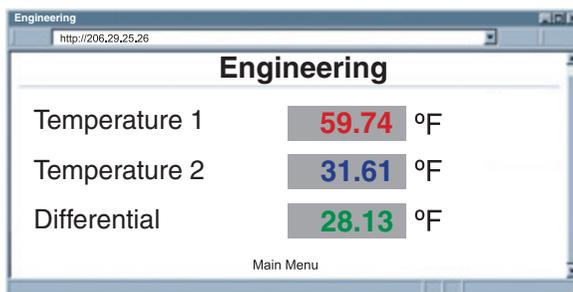

Abbildung 4.7 Read Sensor – Messwertanzeige
- Klicken Sie auf „Read Sensor“. Nach einigen Sekunden erscheint die folgende Seite (**Abbildung 4.7**) mit den Grundeinstellungen von 100,00. Anschließend werden die tatsächlichen Messwerte beider Temperaturfühler und die Differenz angezeigt. Wenn kein Thermoelement an den iTCX angeschlossen ist, wird auf den Seiten „Read Sensor“ (Messwertanzeige) und „Chart“ (Diagramm) die Meldung „OPEN“ angezeigt, für die Differenz „Differenziell“ wird „N/A“ angezeigt.